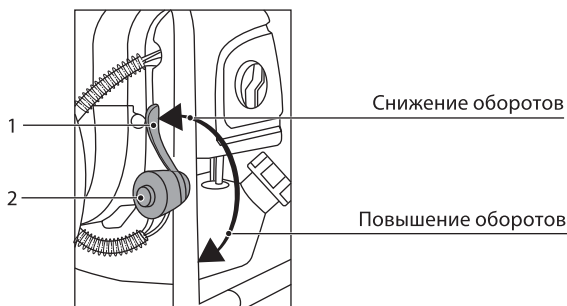

Рис. 11
8. Переведите рычаг регулятора оборотов 1 (рис. 11) до среднего положения по часовой стрелке.
2. Сразу после старта двигателя переведите рычаг регулятора оборотов 1 (рис. 11) до среднего положения по часовой стрелке.
Для остановки двигателя переведите рычаг регулятора оборотов 1 (рис. 11) до конечного положения против часовой стрелки в режим холостого хода и дайте поработать 15-20 секунд. Затем нажмите на кнопку остановки двигателя 2 (рис. 11).